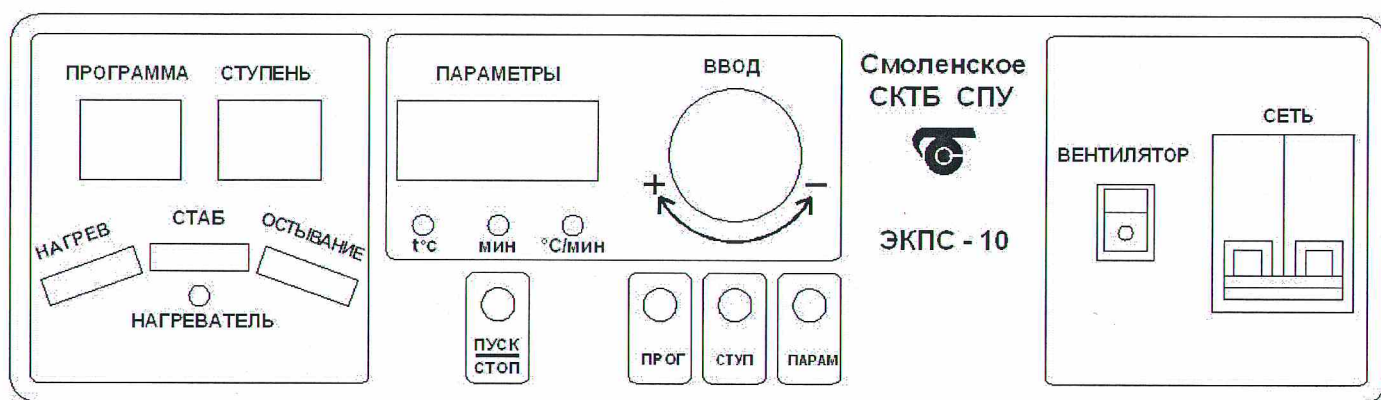

Рис. 3 – Лицевая панель электропечи с многофункциональным блоком МКУ
8.1.3 Включить выключатель «СЕТЬ» на лицевой панели электропечи (рис. 3), при этом на цифровом индикаторе «Программа» загорится номер 1 программы, на цифровых индикаторах «Степень» загорится 1 ступень, на индикаторах «Параметры» значение заданной температуры на 1 ступени и светодиодный индикатор «t °C». Цифровые индикаторы «Программа» включены в мигающем режиме – регулятор находится в режиме «ВВОД».